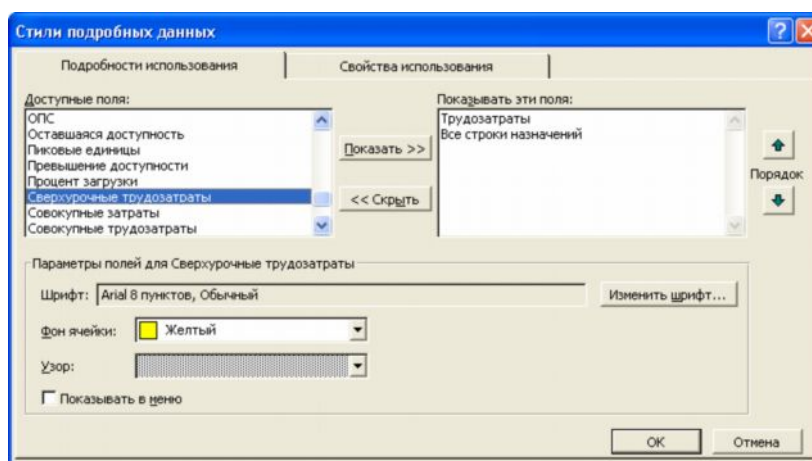

Рис.30. Добавление полей подробных данных.
- назначить сверхурочные. Для этого переходим в представление *Использование ресурсов* и добавляем в табличную часть столбец *Сверхурочные трудозатраты*. Для отображения сверхурочных затрат по временным периодам необходимо в меню *Формат* выбрать пункт *Стили подробных данных*. В открывшемся окне (рис.30) в списке *Доступные поля* выбираем *Сверхурочные трудозатраты* и нажимаем на кнопке *показать*. После закрытия окна сверхурочные затраты появляются в обеих частях представления.